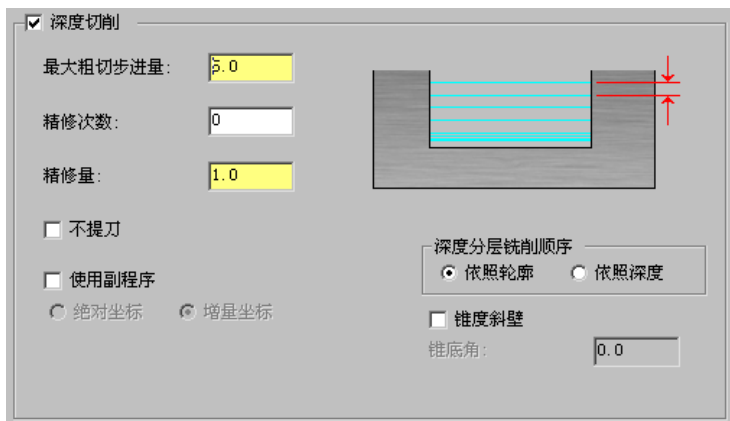

图 9.8.16 “深度切削”参数设置界面
Step4. 设置深度切削参数。单击  深度切削 节点，切换到“深度切削”参数界面，设置图 9.8.16 所示的参数。